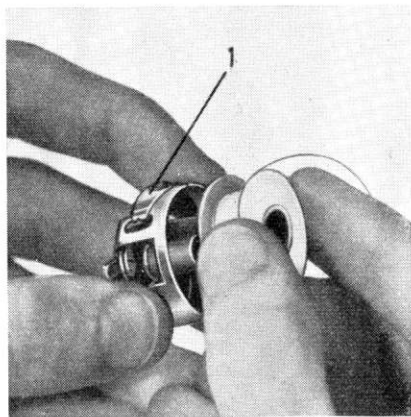

Fig. 13.
- a. Houdt het spoelhulsje in Uw linkerhand, als aangegeven in fig. 13.